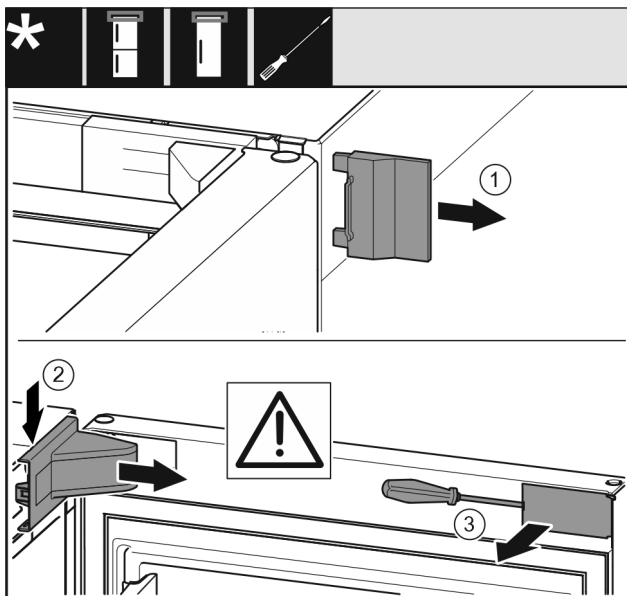

Fig. 14
- ▶ Sejměte vnější kryt. Fig. 14 (1)
- ▶ Odjistěte a uvolněte kryt stojanu ložiska. Sejměte kryt stojanu ložiska. Fig. 14 (2)
- ▶ Plochým šroubovákem vyjměte zásepku a otočte ji ke straně. Fig. 14 (3)